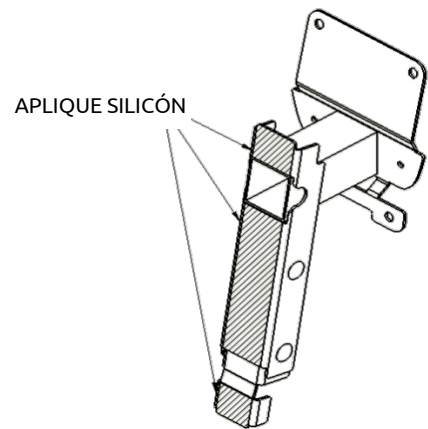

Figura 13
- d. Con ayudante adentro del camión, instale los (12) tornillos hexagonales 1/4-20 x 1" con arandelas planas a través de los agujeros perforados y las placas de respaldo CBPD/CBPP, y sujete con arandelas planas y tuercas por adentro, no apriete aún.
- f. Apriete bien asegurados los (12) tornillos 1/4-20 x 1" ahora.
- a. Aplique silicón a las caras centrales del soporte (vea la figura 13)
- c. Extienda totalmente todos los (3) LVM
- f. Instale (3) tornillos de 1/4-20 x 3/4" en cada ensamble de soporte exterior OBWD/OBWP (cuidado de evitar el roscado cruzado)
- iii. Instale (1) tornillo de 1/4-20 x 3/4" con arandela partida de bloqueo y arandela plana a través del agujero superior de cada abrazadera de soporte OCL.
- iv. Instale (2) tornillos de 1/4-20 x 3/4" con arandela partida de bloqueo y arandela plana a través de los agujeros inferiores en cada ensamblaje de soporte exterior (OBWD/OBWP) adentro de la tuerca/remache Nutsert instalado en el paso 7